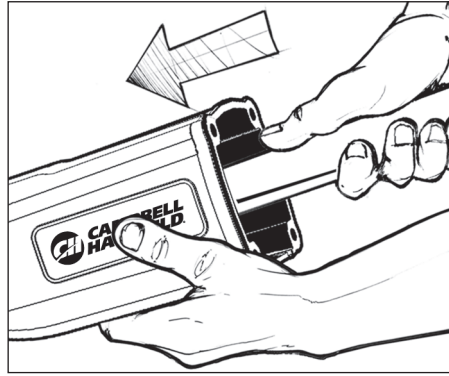

Figura 10 - Use el mango de una herramienta
1. Empuje el ensamble del pistón a la posición "abajo" usando el mango de un destornillador, un martillo y otro mango no metálico y sin bordes filosos. (vea la Figura 10).